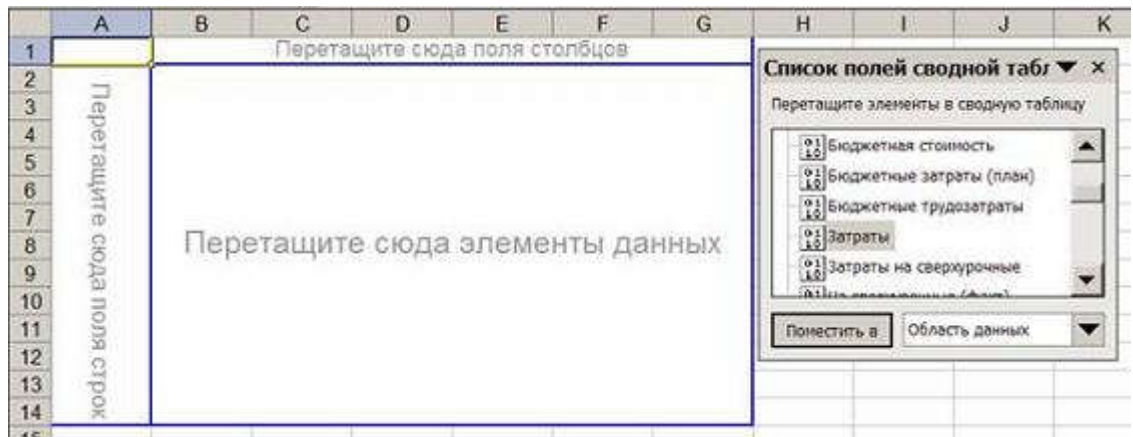

Рис. 9.17. Макет наглядного отчета
4. В системе Excel откроется макет отчета, изображенный на рис. 9.17.